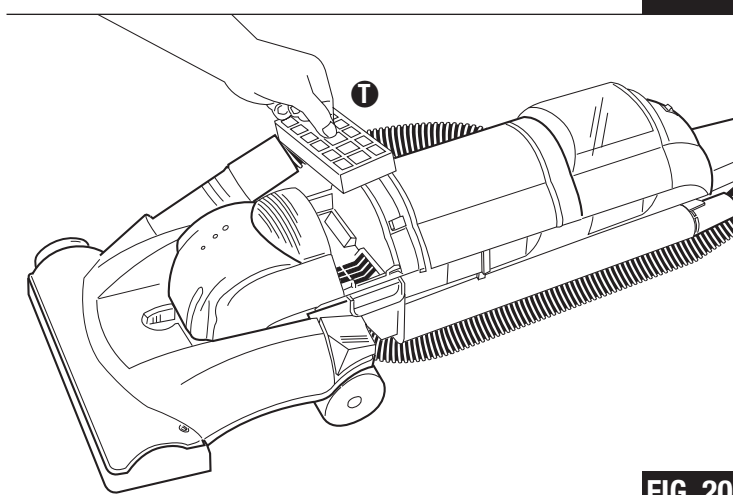

FIG. 20
Step 2: Pull filter frame from unit by pulling on tab in center (FIG. 20).
Étape 2 : Retirez de l'aspirateur le cadre du filtre en tirant la languette située au centre (FIG. 20).
Paso 2: Saque el armazón del filtro jalando la lengüeta en el centro (FIG. 20).